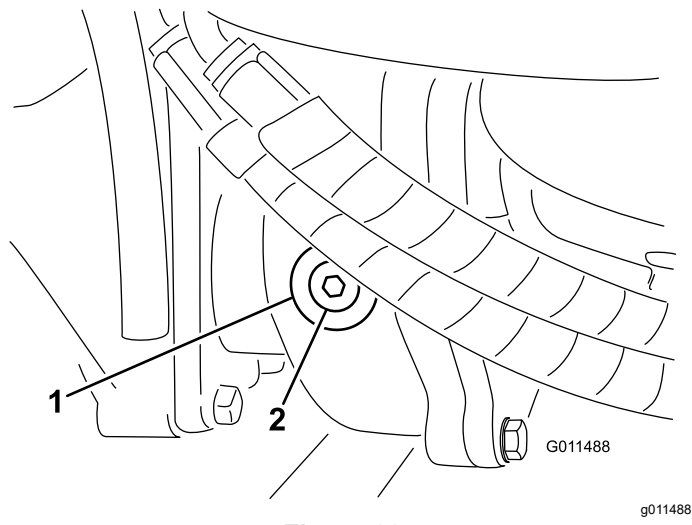

Figura 82
2. Retire el tapón de verificación/llenado del lado izquierdo de la caja de engranajes y asegúrese de que el lubricante llega al borde inferior del orificio (Figura 82).